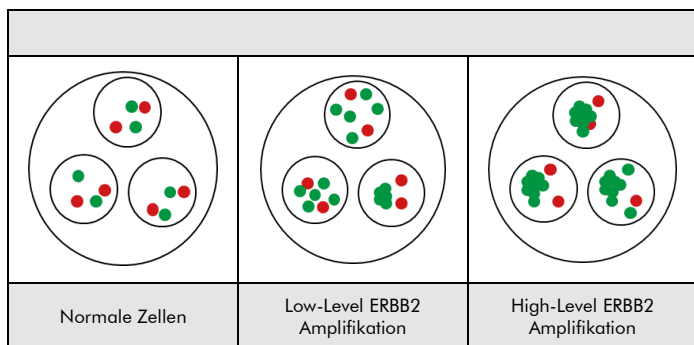

Abb. 2: Zu erwartende Ergebnisse in normalen und aberranten Zellkernen
**Normale Situation:** In Interphasen von normalen Zellen oder Zellen ohne eine Amplifikation der ERBB2-Genregion erscheinen zwei grüne und zwei rote eindeutig punktförmige Signale (siehe Abb. 2).
**Aberrante Situation:** In Zellen mit einer Amplifikation der ERBB2-Genregion können eine erhöhte Anzahl grüner Signale oder grüne Signalcluster beobachtet werden (siehe Abb. 2).